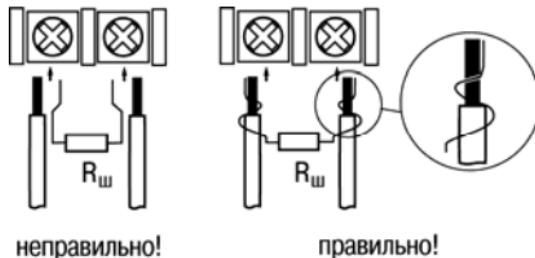

Рисунок 5.2
3) Подключение преобразователей с выходом в виде тока (0...5,0 мА, 0...20,0 мА или 4,0...20,0 мА) – только после установки шунтирующего резистора сопротивлением 50,0 Ом (допуск не более 0,1 %), подключение которого следует производить в соответствии с рисунком 5.2, т.е. вывод резистора должен заводиться с той же стороны винтовой клеммы, что и провод от датчика. При использовании провода сечением более 0,35 мм конец провода и вывод резистора необходимо скрутить или спаять (см. рисунок 5.2).